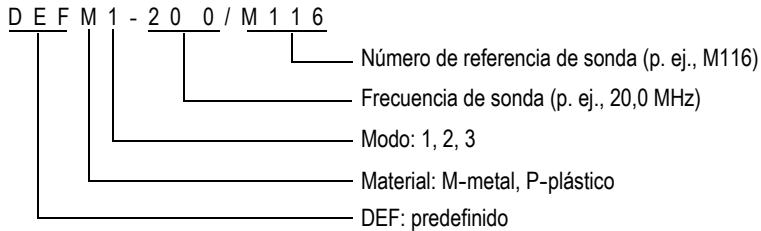

Figura 5-3 Selección de la configuración para una sonda monocristal
- c) En la pantalla **PALP. MONOCRISTAL PREDEF** (véase la Figura 5-3 en la página 65), dentro de la lista de configuraciones predefinidas disponibles, seleccione (o resalte) la configuración de sonda relativa a la sonda que utiliza.